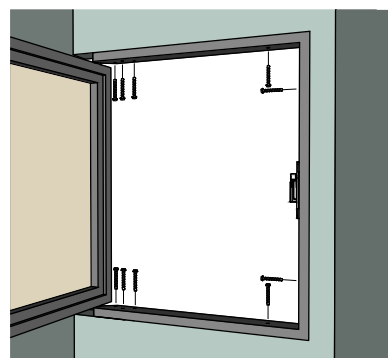

Рис. 11
- 3) Откройте створку люка и зафиксируйте раму люка к проёму крепежными элементами сверху, снизу, со стороны замка (Рис.11).